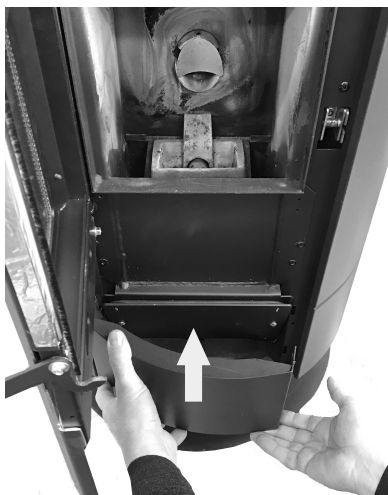

Fig. 33 - Entfernung der unteren Verkleidung
- Die Tür öffnen und die untere Verkleidung abnehmen (siehe **Fig. 33**).